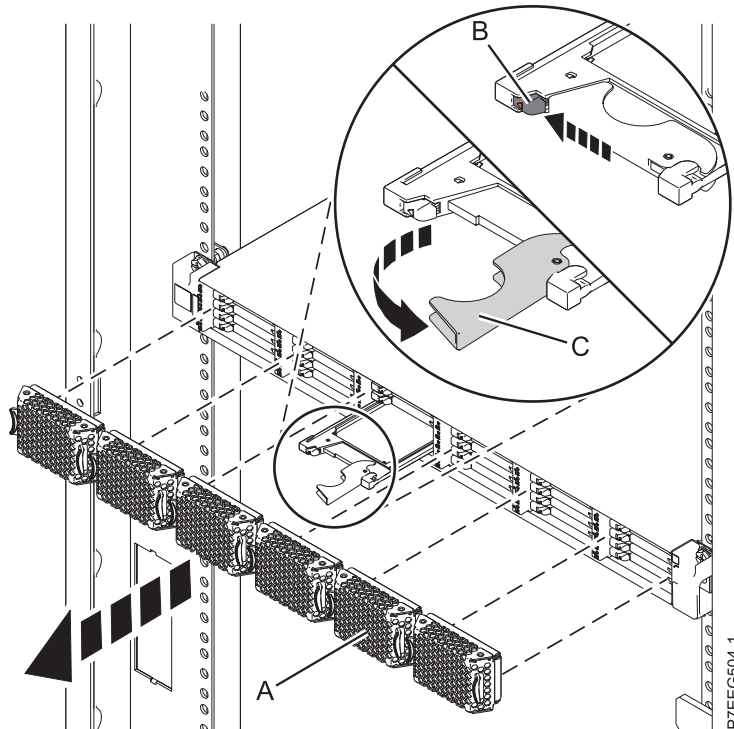

Figure 14. Retrait de l'unité SSD d'une armoire de stockage PCIe ED/R1
5. Lorsque le voyant d'identification de l'unité SSD s'allume et reste fixe, faites glisser doucement le taquet de déverrouillage **(B)** pour déverrouiller la poignée de l'unité. Pour plus d'informations, voir figure 14, à la page 27.